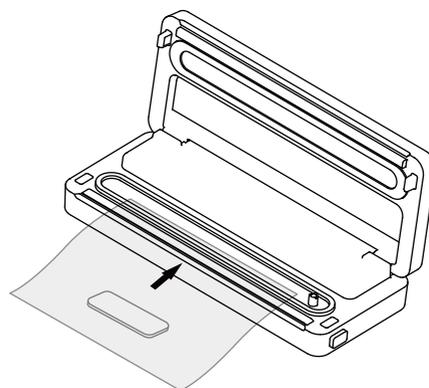

图1
3. 将袋子的开口端置于真空室内(如图1),确保其完全位于黑色封气棉围成的抽气室内。